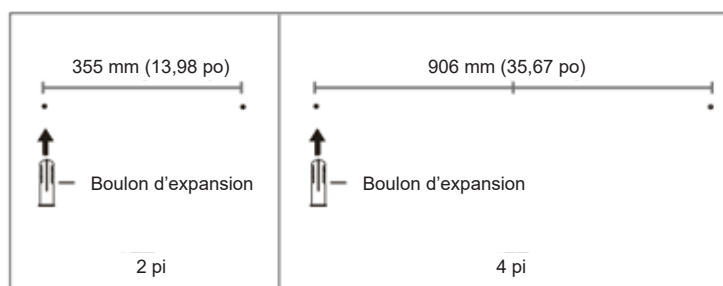

Figure 13
- Percez des trous dans le plafond en gypse, comme illustré dans l'image à droite, puis fixez les boulons d'expansion. Veuillez consulter la figure 13 à titre de référence.